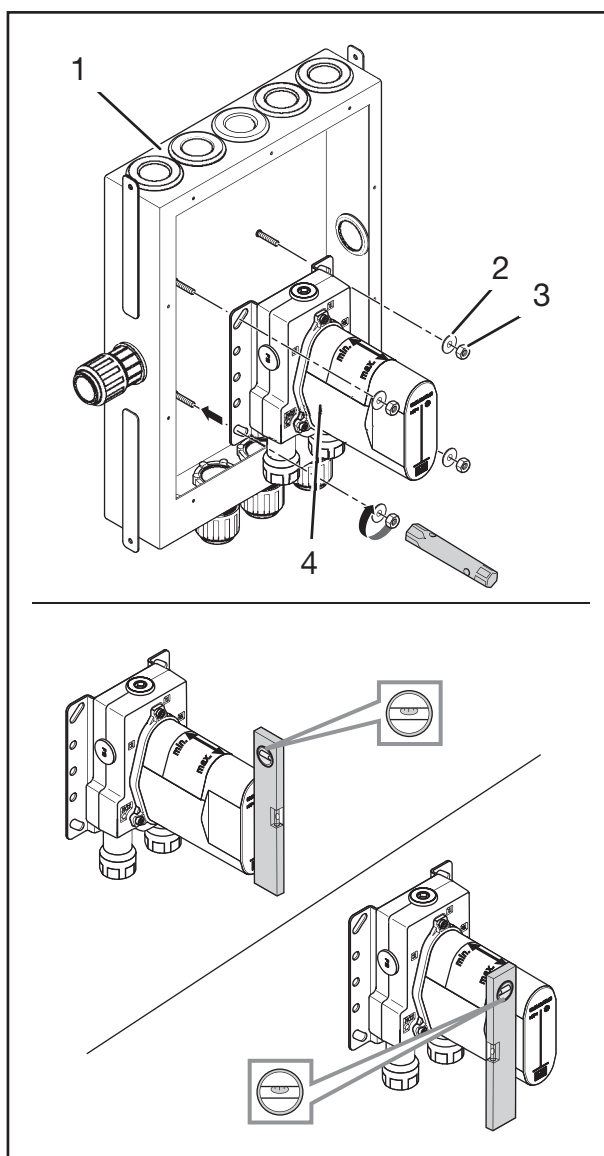

Fig. 5: Förmontering
1. Positionera produkten (fig. 5/4) i inbyggnadslådan (fig. 5/1).
2. Skruva fast produkten (fig. 5/4) i inbyggnadslådan (fig. 5/1) med de fyra brickorna (fig. 5/2) och de fyra muttrarna (fig. 5/3).
3. Dra åt de fyra muttrarna (fig. 5/3) med hjälp av en 8 mm hylsnyckel.
4. Rikta in produkten (fig. 5/4) horisontellt och vertikalt.